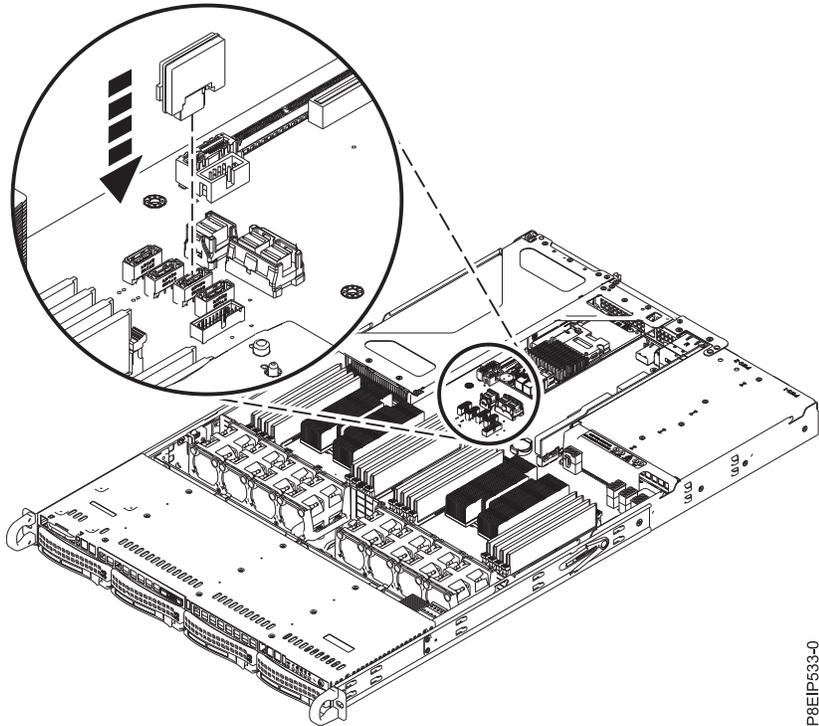

Figure 12. Installation d'un DOM
2. Installez le DOM dans le fond de panier système, dans les positions **(A)**, comme indiqué dans la figure 12, à la page 16. Selon le modèle du disque sur module (DOM), il sera éventuellement nécessaire de connecter un petit cordon d'alimentation pour le DOM. Veillez à connecter les connecteurs de manière adéquate.